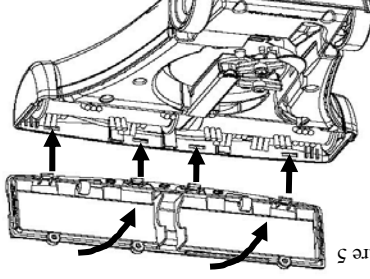

Figure 5
4. Remettre en place la semelle en alignant les quatre languettes dans les quatre fentes correspondantes et faire pivoter les mètres en place comme illustré (Figure 5).